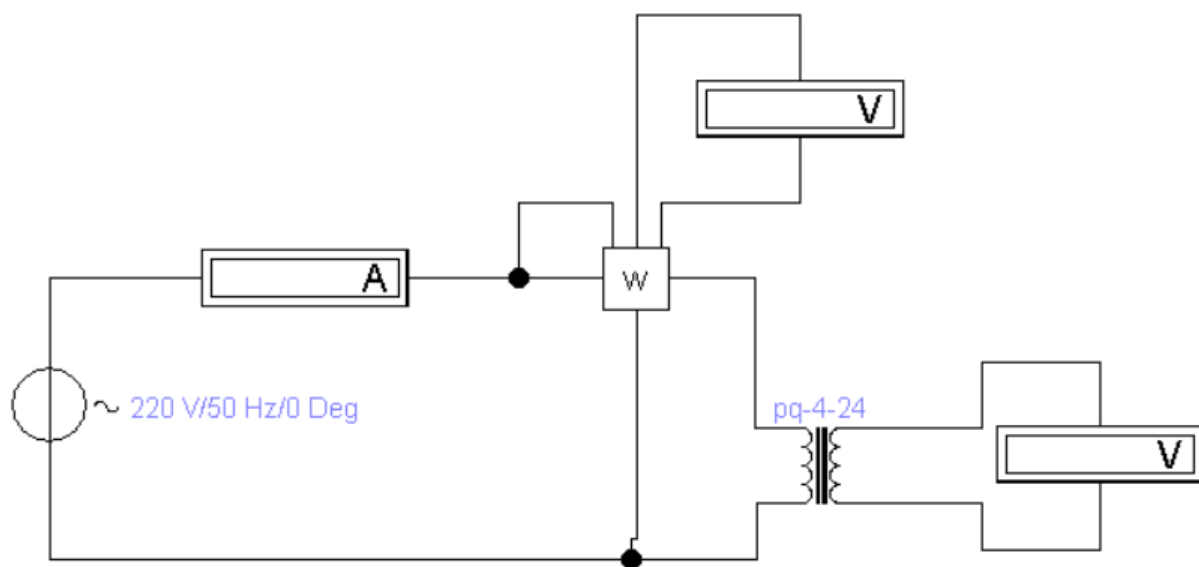
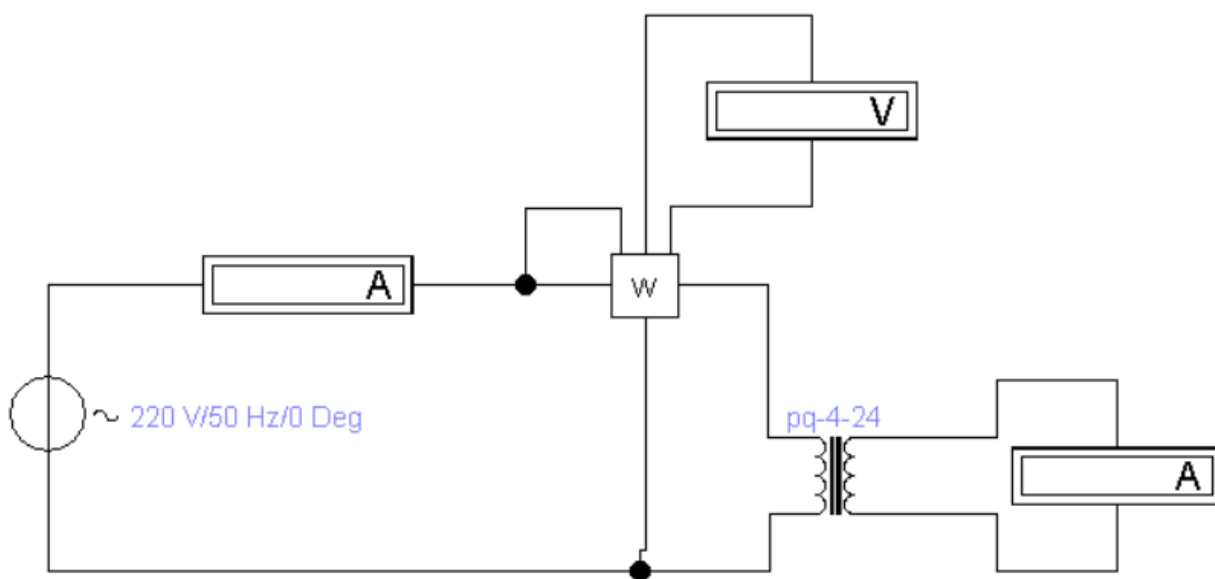
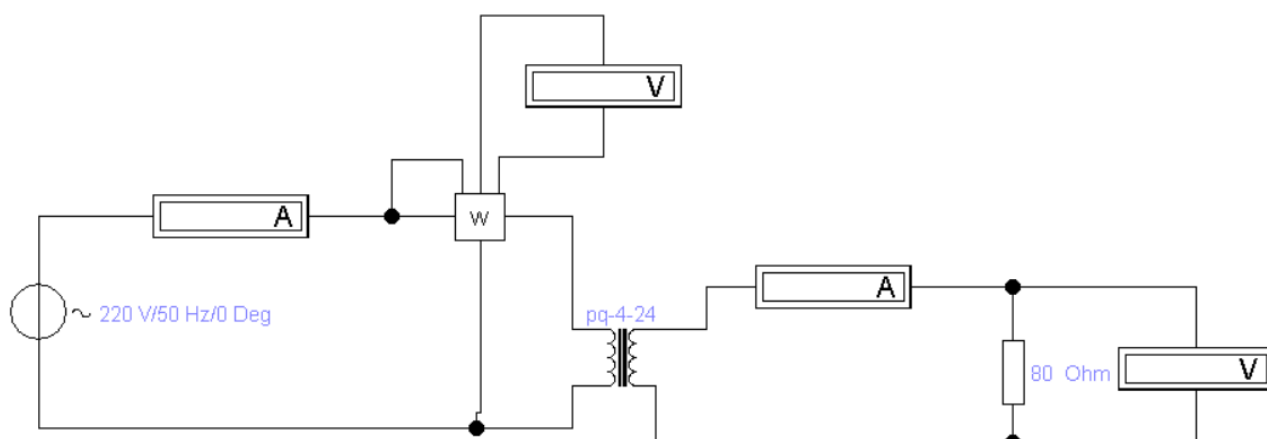

Рис. 1: Цепь при режиме холостого хода
Рис. 2: Цепь при режиме короткого замыкания
Рис. 3: Цепь при рабочем режиме
- Рассчитать цепи (Рис.1, Рис.2 и Рис.3).